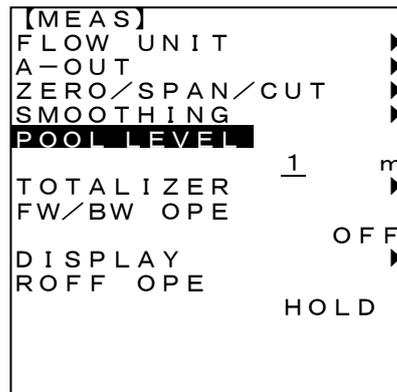

図4-7-8
1. <EXIT>キーを押し入力した数値を消去します。(図4-7-8)